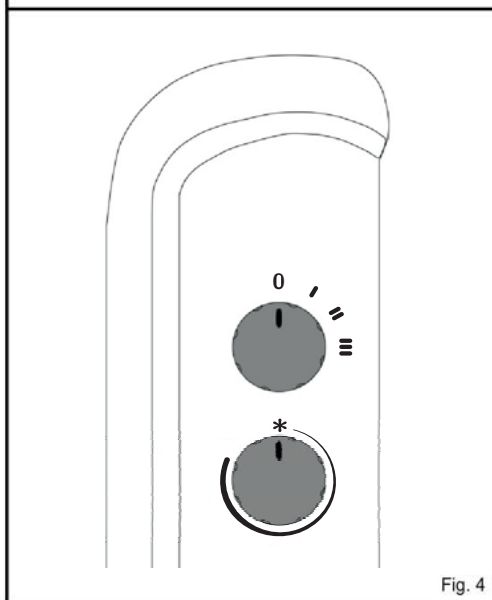

Fig. 4
- 1.- Seleccione la potencia mediante el mando selector de potencias y gire el mando del termostato en el sentido de las agujas del reloj hasta su posición máxima (**Fig.4**).
Para accionar este dispositivo basta con conectar el aparato a la red, colocar el selector de potencias en cualquiera de sus posiciones activas y el mando termostato en la posición  (Fig.4).